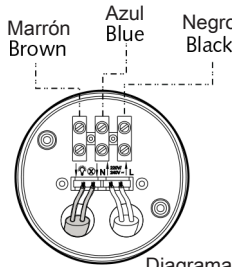
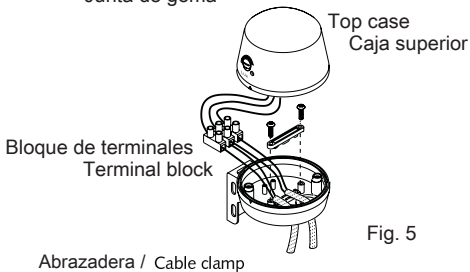

Fig. 4
Fig. 5
- 2. Introduzca los cables a través de la caja inferior y conéctelos al bloque de terminales, tal como se indica en la fig. 4 y la fig. 5.
- 2. Insert the cables through the bottom case and connect the cables with terminal block, refer to instruction in fig. 4 and fig. 5.